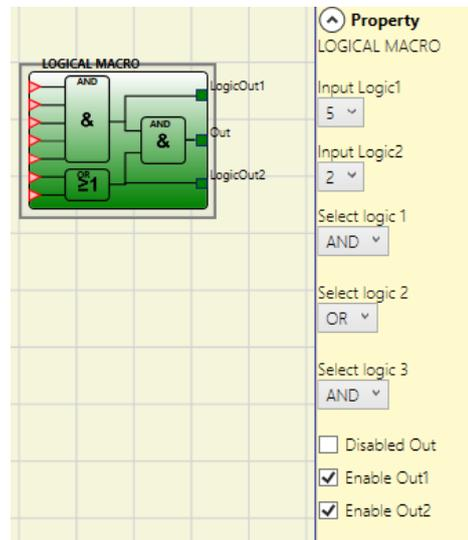

Fig. 192: Macro lógica
*Enable Out1, Out2 (Activación salida1, salida2):* al seleccionar esta opción es posible mostrar resultados intermedios. (Véase la Fig. 192).